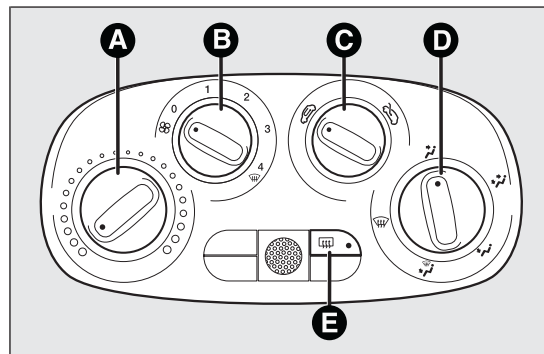

РИС. 44
- A Ручка температуры воздуха (красный - обогрев/синий - холод) РИС. 44
- B Ручка скорости вентилятора и включения/выключения кондиционера РИС. 44. При нажатии ручки включается кондиционер и одновременно загорается световой индикатор на ручке. Такая операция позволяет наиболее быстрым способом охладить салон.
С Ручка рециркуляции воздуха РИС. 44
Д Ручка распределения воздуха РИС. 44
Е Кнопка включения/выключения обогрева заднего стекла РИС. 44.